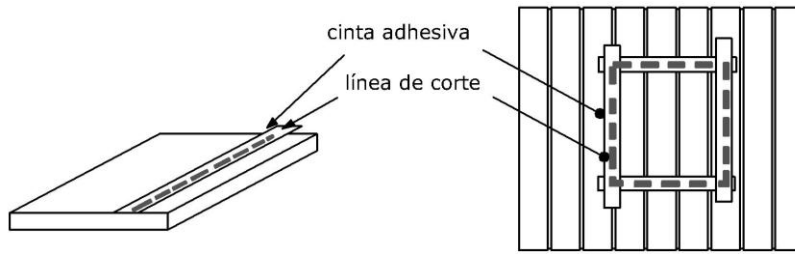

Fig. 13
- Trazar sobre la cinta con marcador la línea guía donde se va a ejecutar el corte. (Fig. 13)